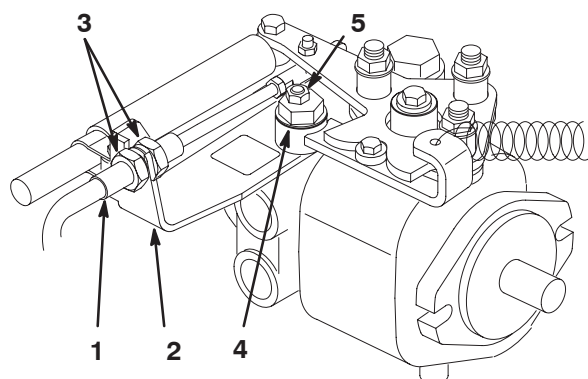

Figure 50
- A. Desserrez les écrous de blocage qui fixent le câble de commande de transmission à la cloison sur l'hydrostat (Fig. 50). Vérifiez que les écrous de blocage sont desserrés uniformément et suffisamment pour permettre le réglage.
- B. Desserrez l'écrou de fixation de l'excentrique en haut de l'hydrostat (Fig. 50).
- D. Tournez l'excentrique jusqu'à ce que la roue ne tourne plus dans aucune direction. Lorsque la roue arrête de tourner, serrez l'écrou pour bloquer l'excentrique et le réglage (Fig. 50). Vérifiez le réglage avec la commande d'accélérateur en position de ralenti, puis de régime maximum.
- E. De part et d'autre de la cloison, serrez les contre-écrous **uniformément** pour fixer le câble de transmission à la cloison (Fig. 50). Ne tordez pas le câble.